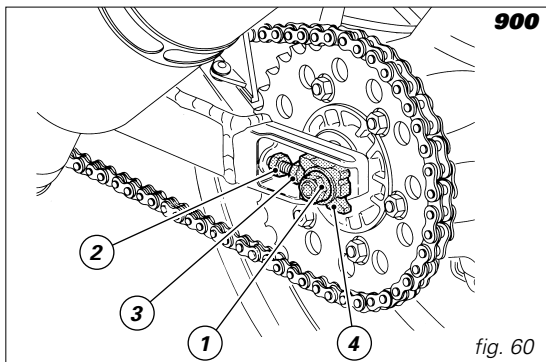

fig. 60
Pour régler la tension (900) desserrez les écrous (1, fig. 60) de chaque côté de l'axe de roue.